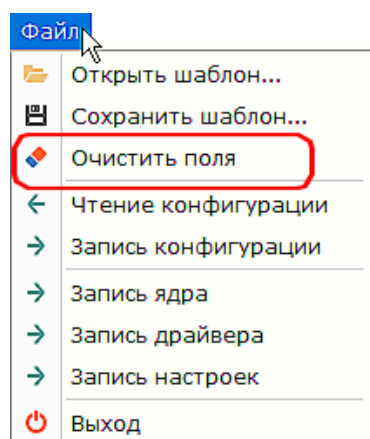

Рис.23. Вид меню «Файл».
2. В меню **Файл** (рис.23) выбрать пункт **Очистить поля**.